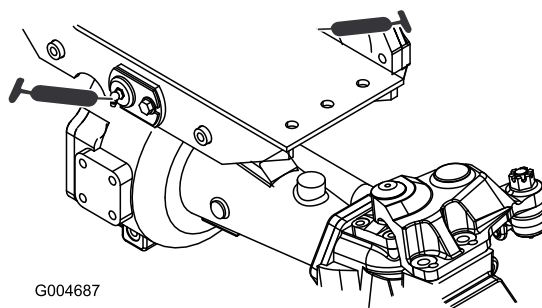

Figura 60
- Casquilhos articulados do eixo dianteiro e traseiro (2) (Figura 60)